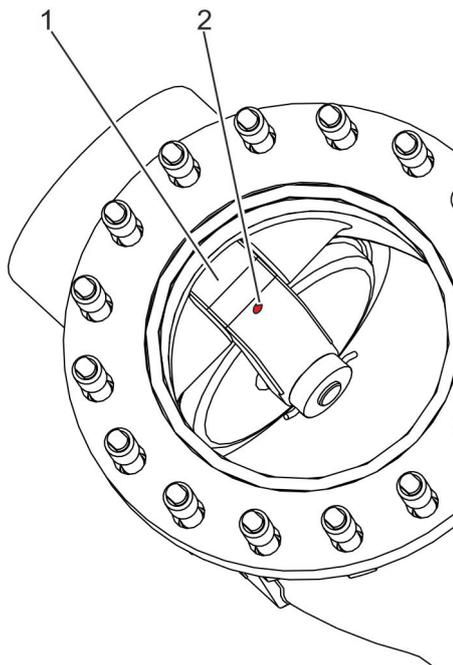

Abb. 32: Ringschraube entfernen
- 17.**▶ Ringschraube aus der Bohrung (Abb. 32/2) im Plattenhebel (Abb. 32/1) herausschrauben.